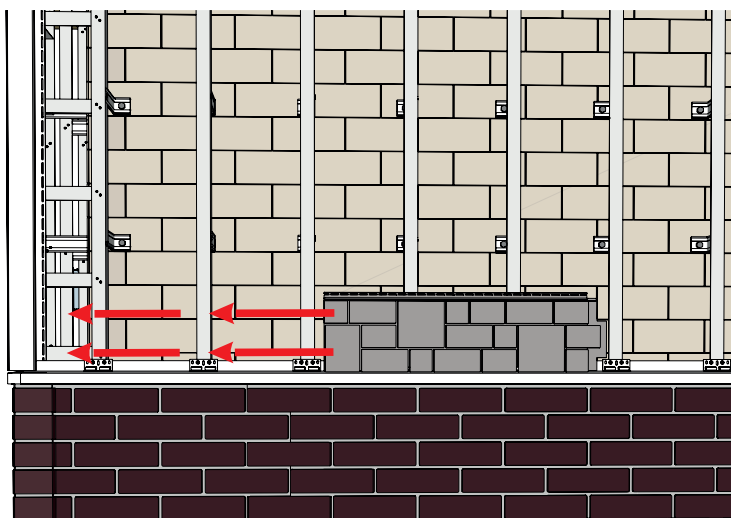
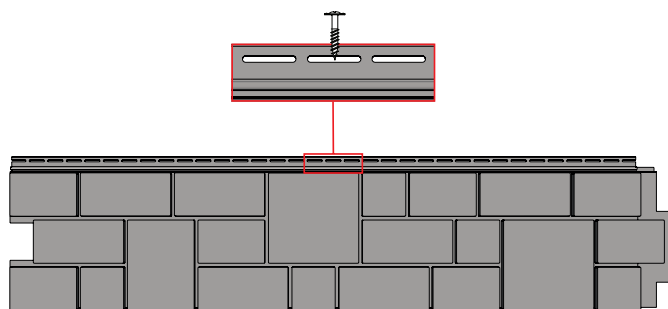

Рисунок 91
Рисунок 92
- 17.3** Заведите панель в стартовые элементы (рис. 91), зафиксируйте ее саморезами в перфорационные отверстия (рис. 92), оставив зазор до шляпки саморезов 1-1,5 мм для возможности движения фасадного материала во время линейного расширения.